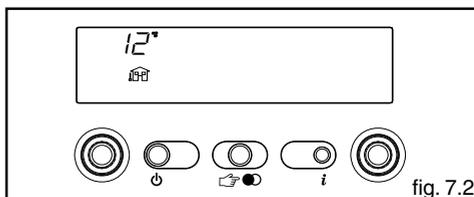

fig. 7.2
- 1 solo con sonda esterna collegata, visualizza la temperatura esterna (esempio 12 °C) (fig. 7.2).